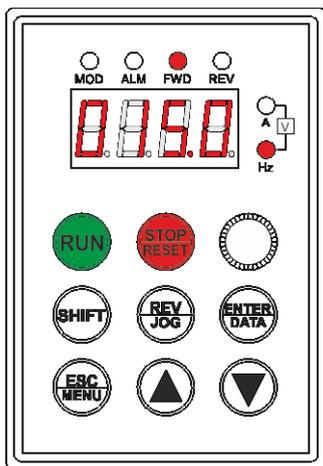

Рисунок 15) Работа
**Работа** (Рисунок 15) – инвертор управляет работой двигателя, направление движения сигнализируется индикаторами **FWD** (направление Вперед) или **REV** (направление Назад). Одновременное включение лампочек **FWD** и **REV** означает торможение двигателя постоянным током. На дисплее отображается величина контролируемого параметра – выбор по умолчанию контролируемой величины, и как настроить представление описано в предыдущем разделе.